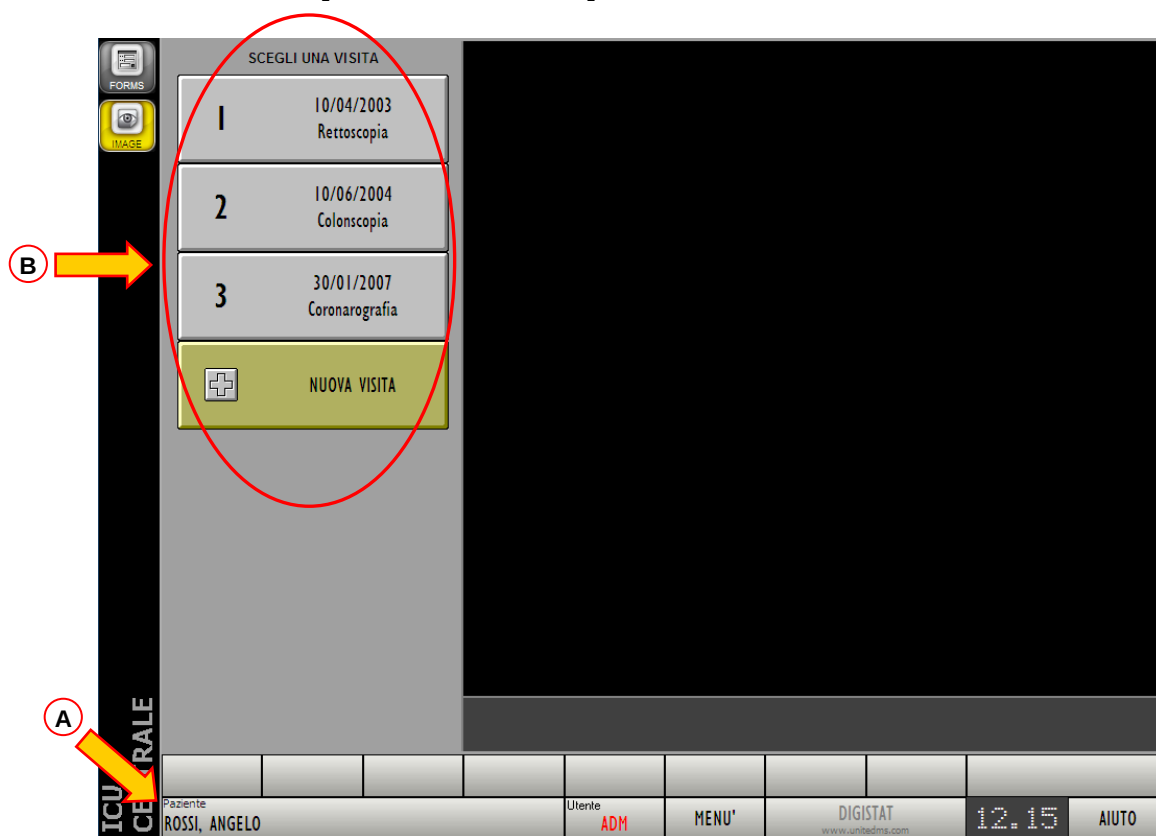

Fig 57 - Paziente Selezionato
- Cliccare il pulsante **PAZIENTE** su Control Bar (Fig 57 A).
Nell'esempio mostrato in Fig 57 il paziente selezionato si chiama Angelo Rossi (Fig 57 A); le visite sostenute dal paziente Angelo Rossi sono mostrate sui riquadri evidenziati in Fig 57 B.